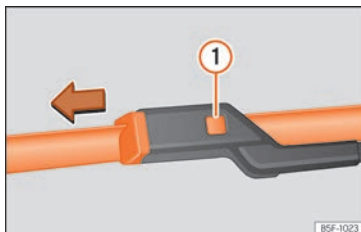

Fig. 43 Cambio de las escobillas del limpiaparabrisas.
- Mantenga presionada la tecla de desbloqueo »» fig. 43 ① tirando ligeramente de la escobilla en el sentido de la flecha.